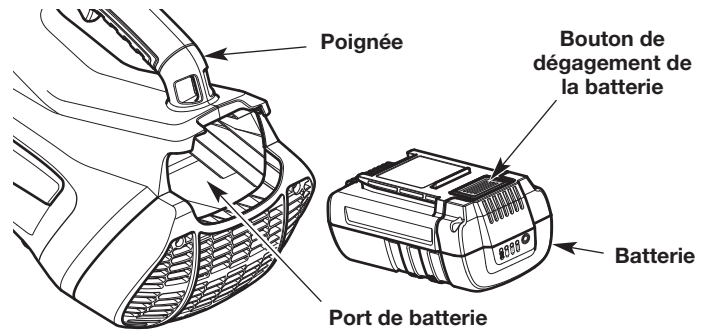

Fig. 6
1. Saisissez fermement la poignée (Fig. 6). **NE serrez PAS** la détente. Reportez-vous à la rubrique *Démarrage et arrêt*.
2. Insérez la batterie en la faisant glisser dans le port de la batterie (Fig. 6). Poussez fermement la batterie jusqu'à ce que le loquet de la batterie s'enclenche (Fig. 6). Vous devriez entendre un « clic ».
2. Appuyez sur le loquet de la batterie pour la déverrouiller (Fig. 6).
3. Retirez la batterie du port de la batterie (Fig. 6).